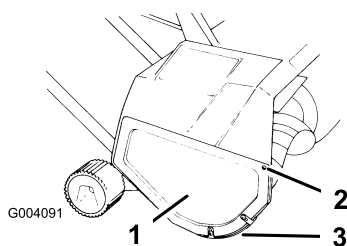

Figure 12
1. Retirez les 3 vis de fixation du capot droit et du patin au châssis de la souffleuse à neige (Figure 12).